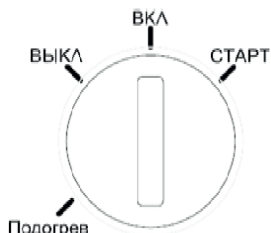

Рис. 16
3. . Если температура окружающего воздуха выше $+5^{\circ}\text{C}$, ключ зажигания поверните в положение «ВКЛ» (рис. 16). Если температура окружающего воздуха ниже $+5^{\circ}\text{C}$, поверните ключ зажигания в положение «Подогрев» и удерживайте в течении 20 секунд для разогрева свечи накаливания. Затем поверните ключ зажигания в положение «Вкл». Рис. 16)
Поверните ключ зажигания в положении «СТАРТ» (рис. 16) и удерживайте в этом положении до пуска электростанции, но не более 5 секунд. После запуска электростанции нужно отпустить ключ зажигания. Он автоматически вернется в положение «Вкл»